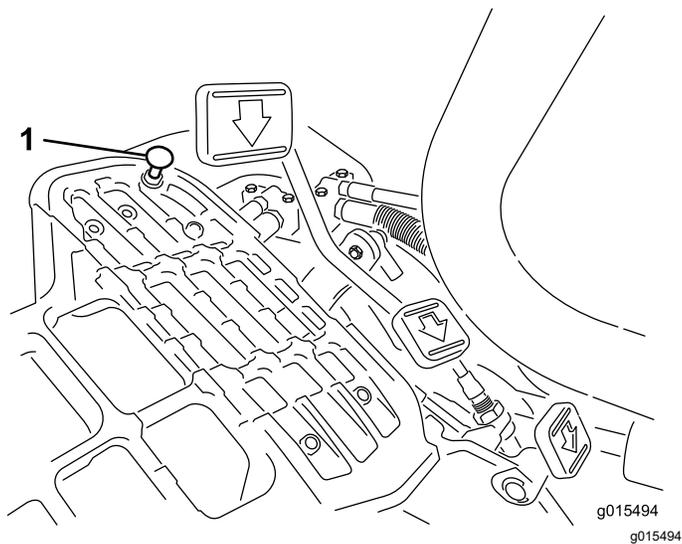

図 44
モードレバーを移動走行位置にセットし、ペダルを一杯に踏み込めば最高速度となります。ケーブルに張力が掛かる前にペダルがストップ 図 44 に当たる場合には調整が必要です。
1. モードレバーを移動走行位置にセットし、ペダルストップを固定しているロックナットをゆるめる図 44。